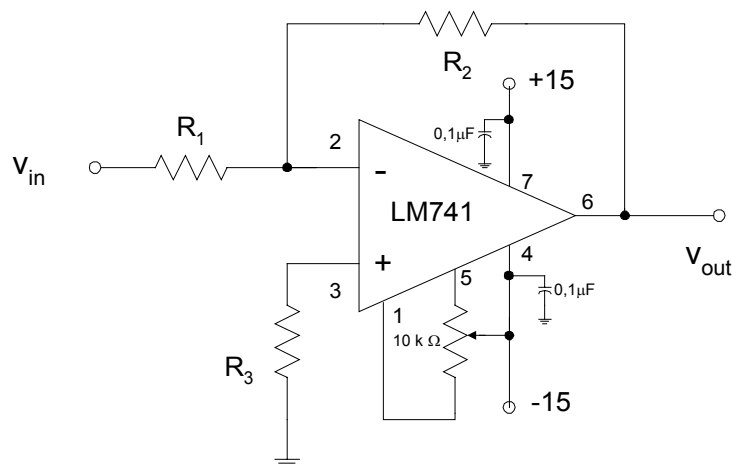

Figura 1. Circuito para el experimento 1.
En este experimento, conectará un LM741 en la configuración invertida de la Figura 1. Aprenderá a ajustar el offset del amplificador, a medir el ancho de banda y a comprobar cómo se ve limitado su funcionamiento por la velocidad de subida.
1. Construya el circuito de la Figura 1. [Consulte la hoja de datos del LM741 para asegurarse de que conecta los pines adecuados de su LM741]. Seleccione los valores de resistencia $R_1 = R_2 = 22\text{k}\Omega$ y $R_3 = 11\text{k}\Omega$ y no instale el potenciómetro de $10\text{k}\Omega$ en este momento. Conecte la entrada V_{in} a tierra y mida la tensión de salida [probablemente diferirá de cero en un número de milivoltios]. Esta tensión es producida por la *tensión offset de entrada* que puede modelarse como una fuente de tensión DC en serie con la *entrada sin invertir* y la ganancia del amplificador [en este caso, la ganancia es dos para una tensión que se aplica a la entrada no invertida]. Calcule la tensión offset de entrada correspondiente y compare este valor con el de la hoja de datos del LM741.
En este experimento, comparará el funcionamiento de los amplificadores operacionales LF356 y LM741. Observe que el LF356 tiene prácticamente las mismas conexiones pin (o por clavijas) que el LM741. Sin embargo, la hoja de especificaciones muestra un potenciómetro de 25 k Ω offset-null con el wiper conectado a la tensión positiva de alimentación. Conecte un LF356 en la configuración de la Figura 1. No instale un potenciómetro offset-null [no es necesario para los objetivos de este experimento].